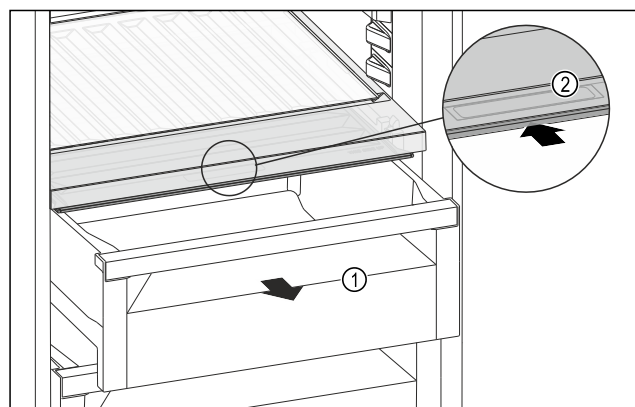

Fig. 110
- ▶ Schubfach Fig. 110 (1) herausziehen.
- ▶ Griffmulde Fig. 110 (2) am Fachdeckel anfassend und gleichzeitig nach hinten schieben.